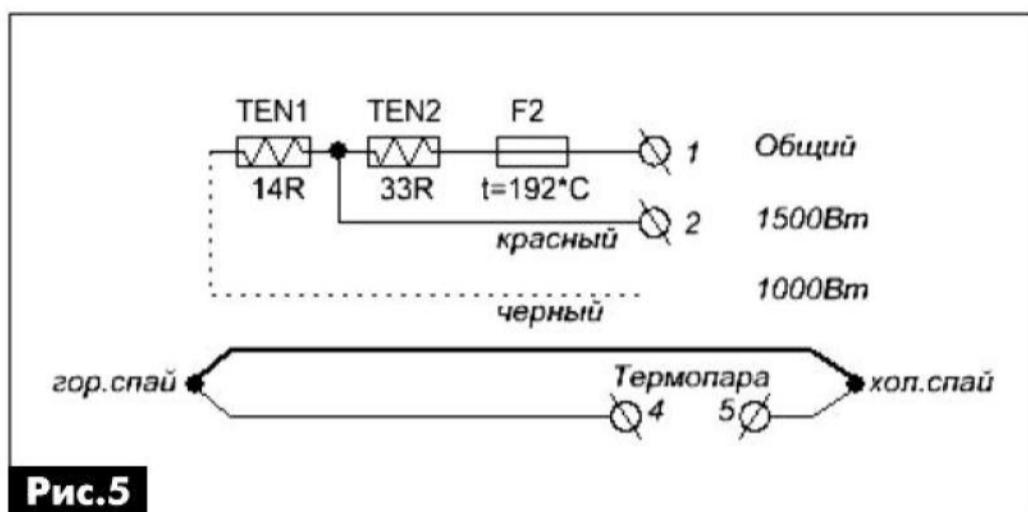

Рис.5
Конструкцию нагревательного элемента (**фото 10**) пришлось несколько изменить (**рис.5**). Была удалена спираль питания двигателя вентилятора и вставлена термопара. Делают это так:
2. Термопредохранитель F2 (**рис.5**) подключают с помощью обжимки (пайку использовать нельзя) к противоположному концу спирали, имеющей сопротивление 33 Ом.